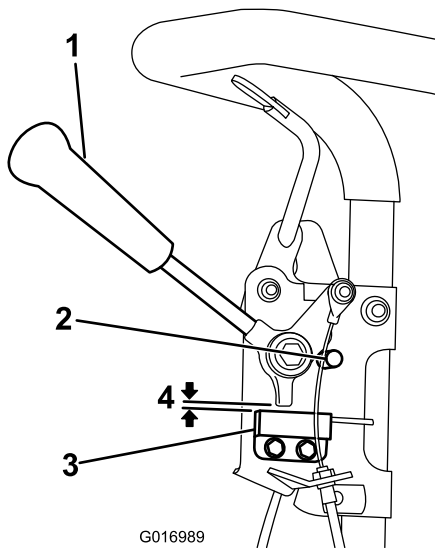

Figura 33
1. Asegúrese de que el motor está parado, y que la palanca de tracción está desengranada y apoyada en el tope de punto muerto (Figura 33).
2. Afloje las fijaciones de montaje del interruptor de seguridad (Figura 33).
3. Coloque un suplemento de 0,08 cm de grosor entre la palanca de tracción y el interruptor de seguridad (Figura 33).